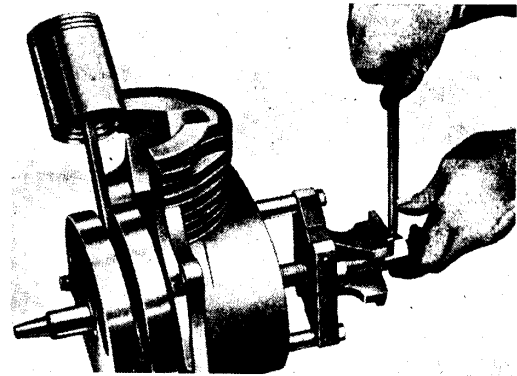

Bild 21-5. Utpressning av vevaxel
4. Pressa ut vevaxeln ur vänstra vevhushalvan endast då så är nödvändigt. Härför används universalavdragaren S-51, som skruvas in i fästbultshålen för transmissionskåpan (M 8). Bild 21-5